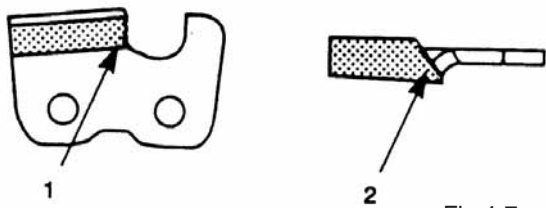

Fig.4-7
6) Lime o suficiente para eliminar qualquer danificação dos bordos de corte (chapa lateral (1) e chapa de cima (2)) do cortador. (Fig. 4-7)